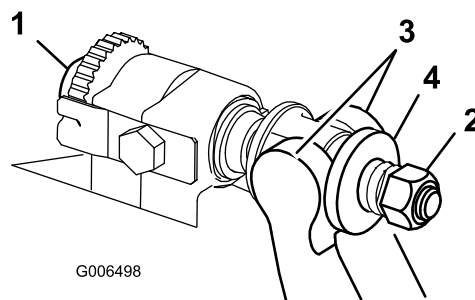

图26
1. 逆时针旋转底刀架调节螺丝，将底刀向后撤离滚刀 (图26)。
2. 退出弹簧加压螺母，直到垫圈不再对底刀架 (图26) 施压。